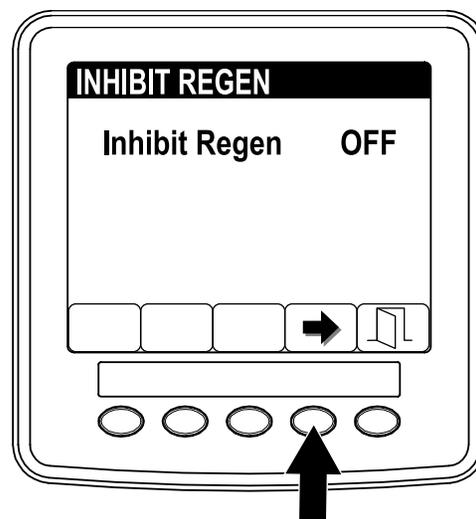

Figure 42
3. Appuyez sur le bouton 4 pour changer l'option d'interdiction de régénération de On (activée) à Off (désactivée) (Figure 42) ou inversement.